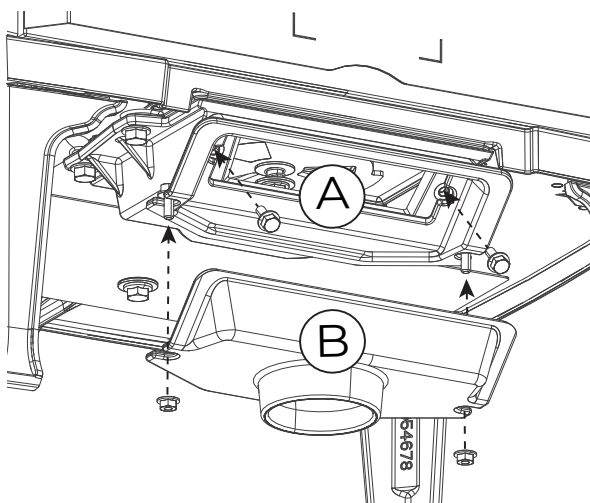

Fig. 5.11
3	Ruotare l'adattatore (B) e la maschera (A) di 180° e rimontarli nella parte inferiore della stufa usando le stesse viti rimosse precedentemente (Fig. 5.11)